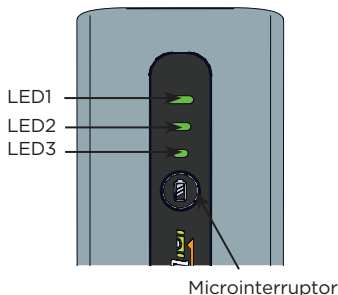

Figura 6
4. Revise el estado del indicador de carga de la batería de iones de litio. Presione el microinterruptor de la batería. Observe qué luces LED se encienden. Consulte la tabla siguiente para determinar el estado de la alimentación de la batería. Las luces LED se apagarán después de tres segundos. (Figura 6)